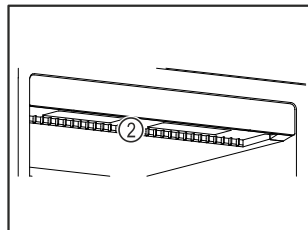

Fig. 10
- ❑ Lüftungsschlitze Fig. 10 (2) des Umluftgebläses im Innenraum freihalten.